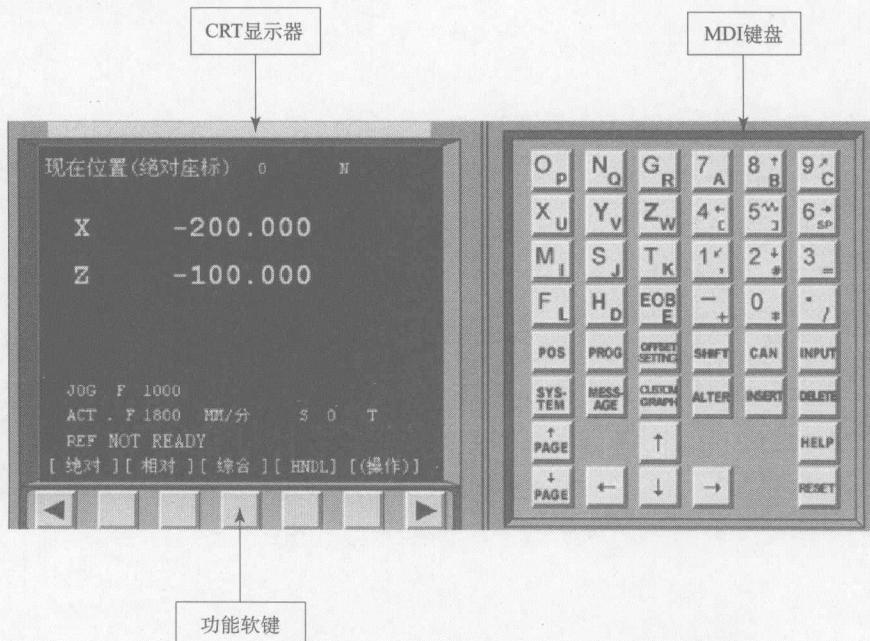

图 2-1 CRT 显示器
FANUC 0i-TB 数控系统操作面板如图 2-1、图 2-4 所示，可分为以下几个部分：
1. CRT 显示器（见图 2-1）